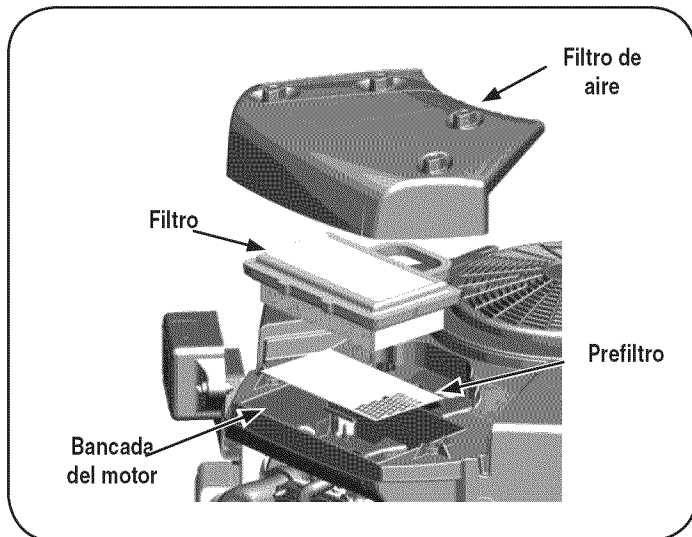

Figura 21
2. Para extraer el filtro de aire, levante el extremo del filtro. Vea la Figura 21.